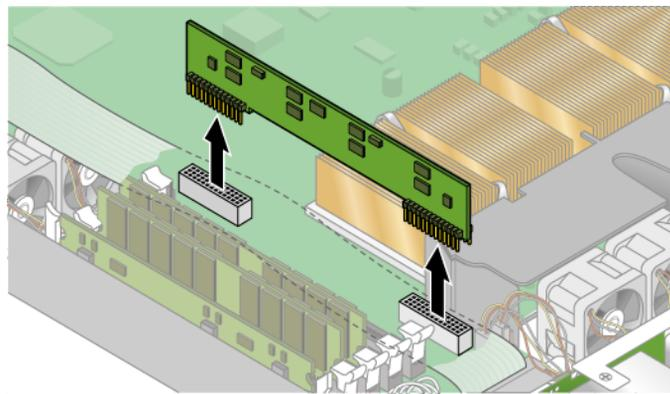

FIGURE 3-11 Retrait du VRM de la CPU 1
5. Retirez le VRM de CPU de la CPU 1 (la CPU de gauche) en le soulevant à la verticale hors de ses fiches (voir FIGURE 3-11).